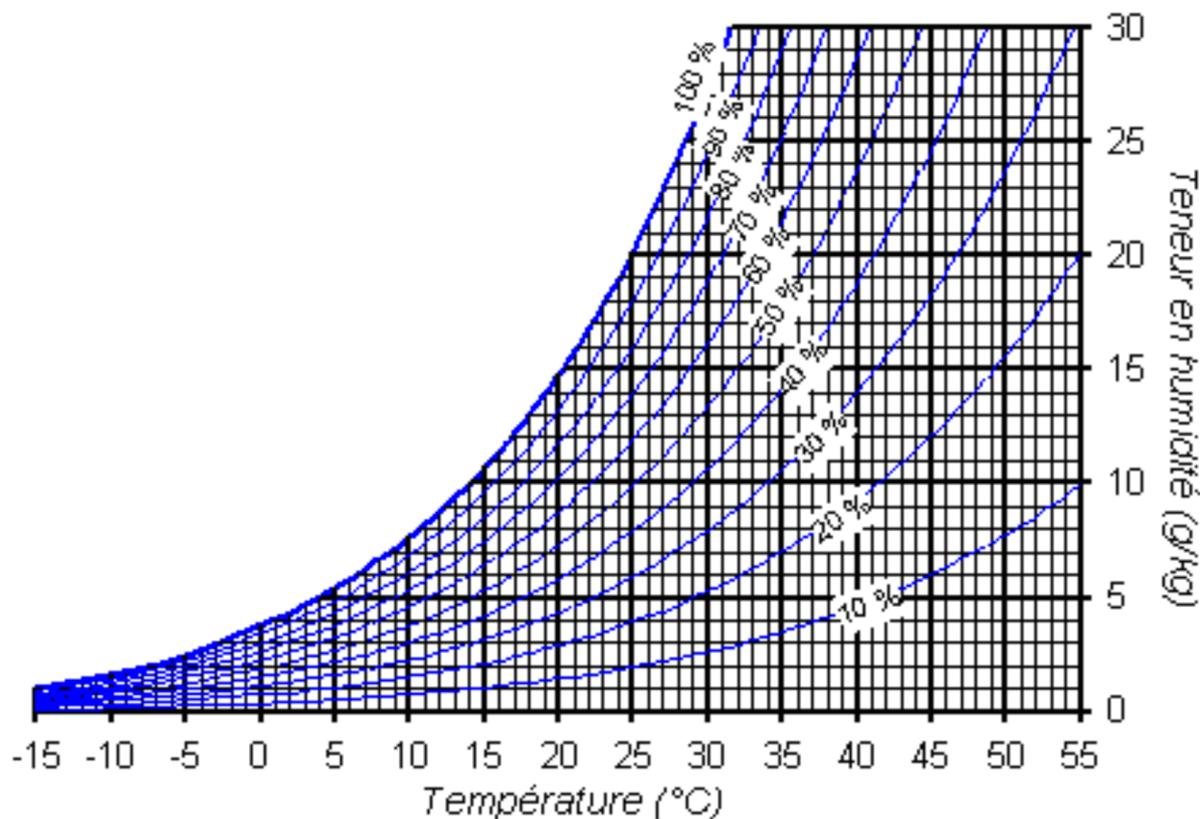

Fig. 5.4 – Taux d'humidité
Le diagramme de l'air humide est fourni dans la figure 5.4 : il porte en ordonnée H_A , et en abscisse les températures. Les courbes obliques donnent la valeur de H_R . La courbe limitant le graphique à gauche correspond à la quantité maximale de vapeur d'eau que l'air peut contenir sans qu'elle ne se condense. Lorsque l'air contient cette quantité de vapeur, on dit qu'il est saturé en humidité ou que son hygrométrie est de 100%.
1. Sachant que le taux d'humidité relative moyen est de 60% en été, calculer H_A à partir des données fournies en fin d'énoncé. Vérifier cette valeur sur le diagramme de l'air humide fourni en figure 5.4.